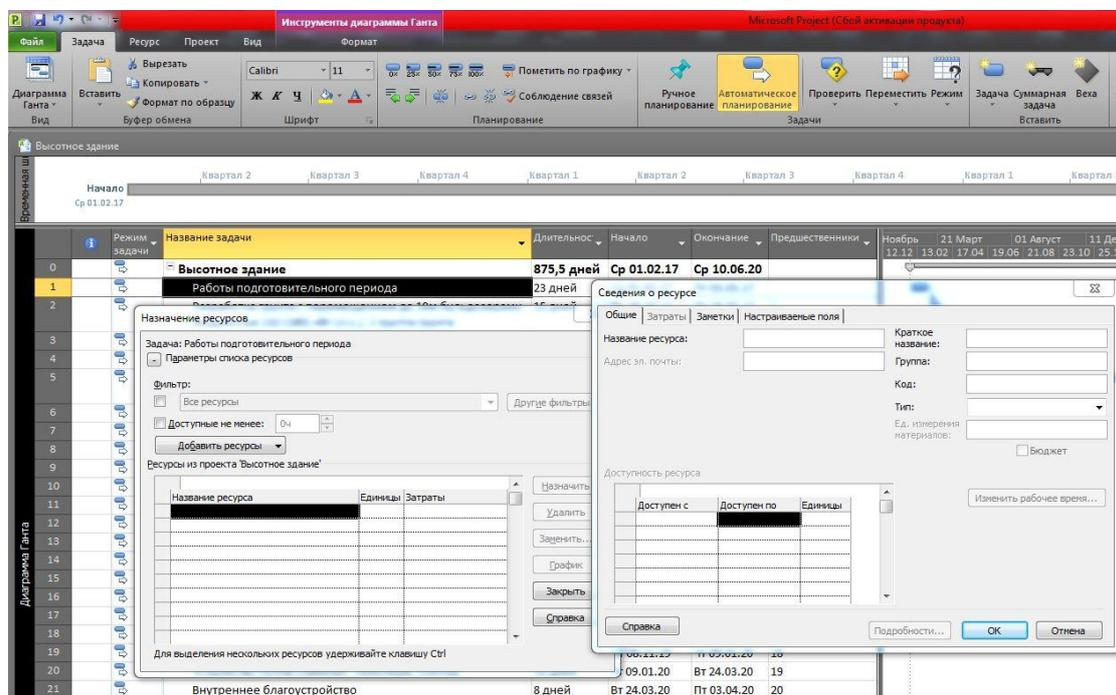

Рис. 21. Окно «Сведения о ресурсе»
3) В окне «Назначение ресурсов», в столбце «Название ресурса» щелкаем два раза левой кнопкой мыши по пустой ячейке, откроется окно «Сведения о ресурсе» (рис. 21);